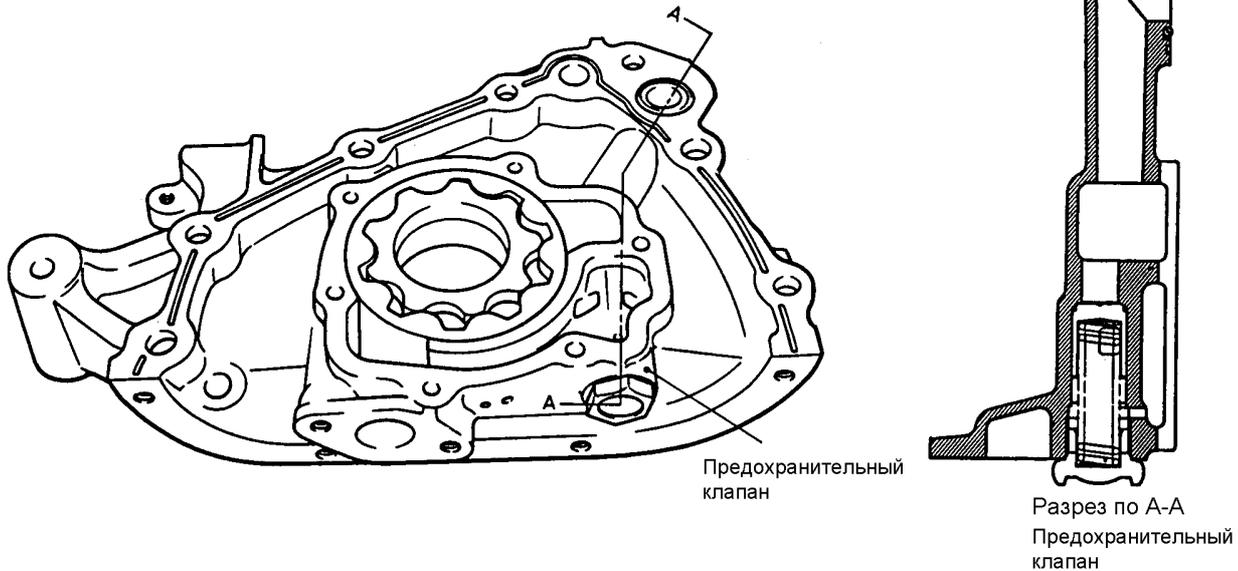

Рис. 5.19
- ① Масляный насос роторного типа приводится непосредственно от коленчатого вала, поэтому он имеет малые габариты и массу.
- ② Предохранительный клапан расположен внутри корпуса насоса для уменьшения аэрации масла (рис. 5.19).
- ③ Уплотнение фланца картера насоса осуществляется с помощью герметика для повышения надежности и ремонтнопригодности.